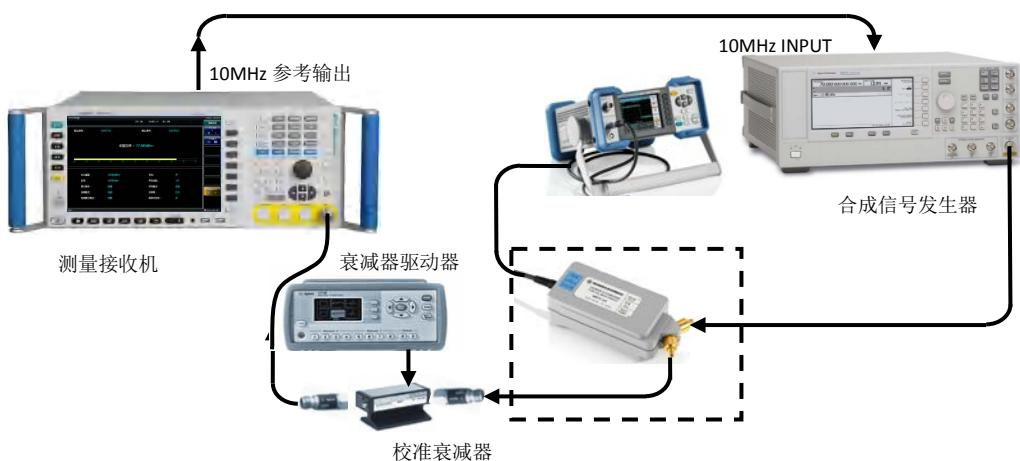

图8.2 调谐电平的测试示意图
- 2) 如图8.2所示连接测试装置，衰减器驱动器设置标准衰减器为0dB。